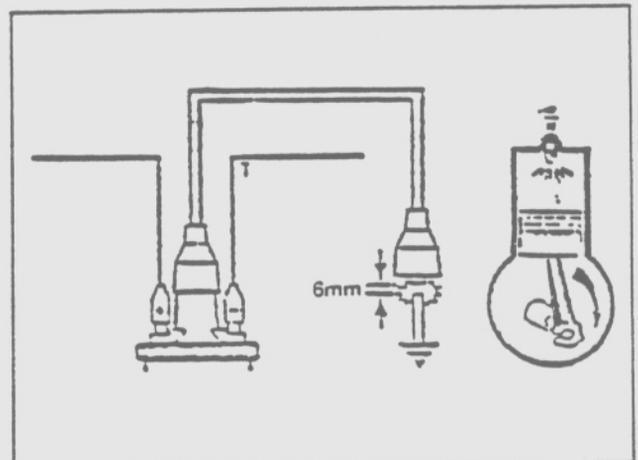

Fig. 9 - Control de chispa
- Conectar un cable de prueba de alta tensión en la bobina (Fig. 9).